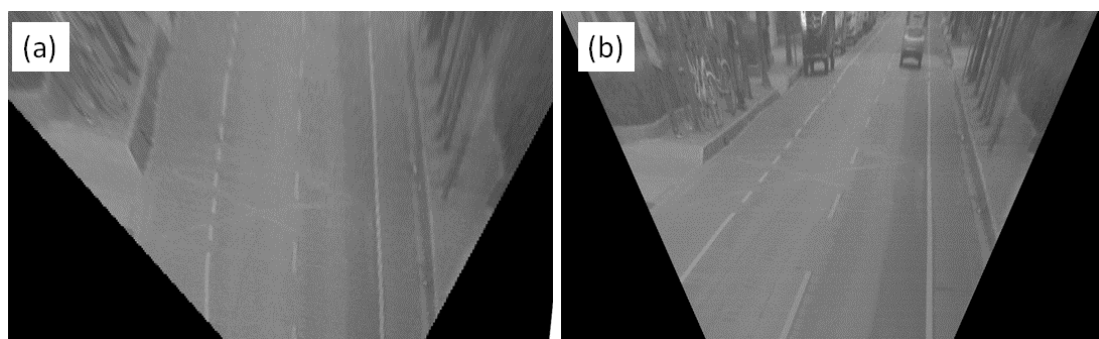

图 8 正确(a)和错误(b)鸟瞰图变换的效果
- ◆ 如果车道线基本竖直且每条线之间平行，则外参正确（车辆行驶振动对鸟瞰图有一定的干扰），如图 8(a)所示。
- ◆ 如果车道线在图像中明显不竖直，且每条线之间不平行，需要从新标定外参，如图 8(b)所示。